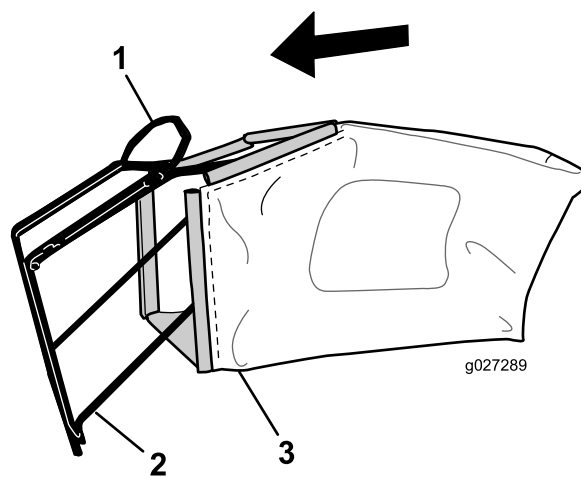

Figure 7
Remarque: Ne faites pas passer le bac sur le guidon (Figure 7).
1. Glissez le bac sur l'armature, comme montré à la Figure 7.